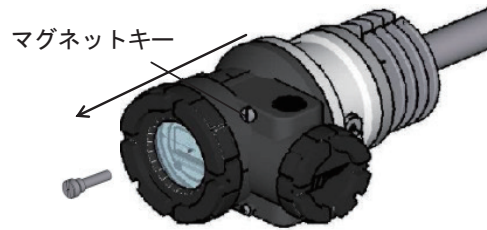
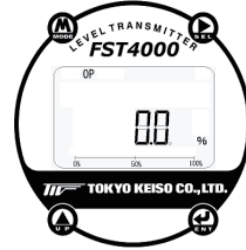

図10 マグネットキー搭載位置
図11 パネルスイッチ
- (1) モード切替と操作は図10のマグネットキーを用い図11パネルスイッチで行います。
- (2) モードスイッチを3sec以上長押しでオペレーションモード→パラメータモード、パラメータモード→オペレーションモードに切り替わります。
- (3) 各スイッチの機能については、表1を参照してください。